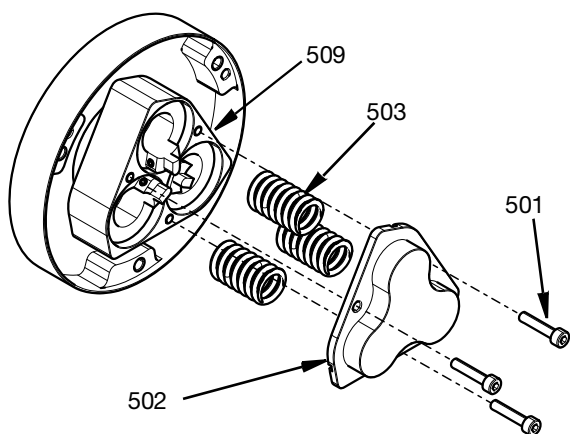

FIG. 10
2. Per accedere alle aste della valvola di intercettazione (512) e ai pistoni (506), rimuovere prima in modo uniforme le tre viti M4 (501). Il coperchio del cilindro (502) insieme alle molle (503) può essere rimosso. Vedere FIG. 10.